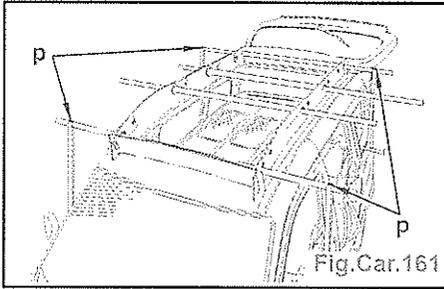

Fig. Car.161
- Installer les sangles aux quatre coins en (p) (Fig.Car.161).